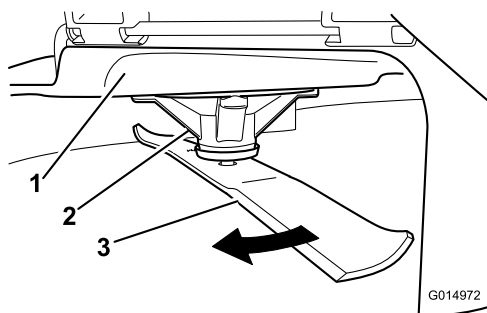

Рисунок 66
2. Используя толстые перчатки или другие подходящие средства защиты рук, медленно поверните нож в положение, позволяющее измерить расстояние от режущей кромки до уровня горизонтальной поверхности, на которой стоит машина (Рисунок 66).